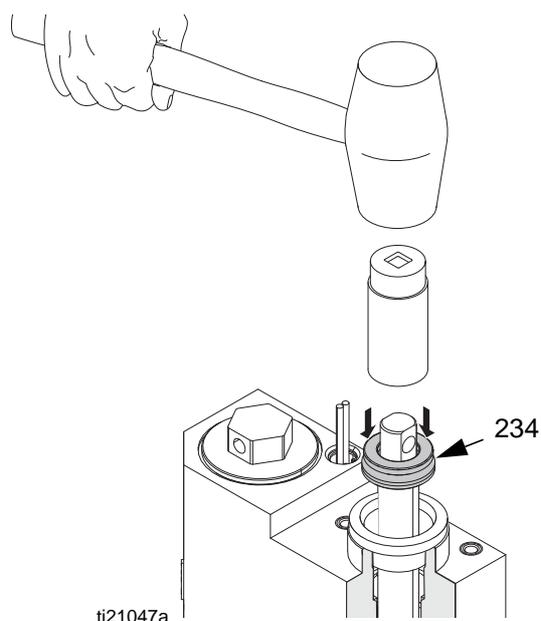

FIG. 29
3. Pousser l'ensemble de la tige de piston (223) dans le collecteur de sortie du compartiment de fusion (203).
4. Graisser le joint en coupelle du presse-étoupe (234) et le glisser sur la tige de piston (223) en orientant les lèvres vers le bas.
5. Placer une douille d'une profondeur de 22,22 mm (7/8 po.) (avec un carré de 9,5 mm (3/8 po.)) sur la tige de piston (223), puis utiliser un maillet en caoutchouc pour mettre doucement en place le joint en coupelle du presse-étoupe (234). Voir FIG. 29.